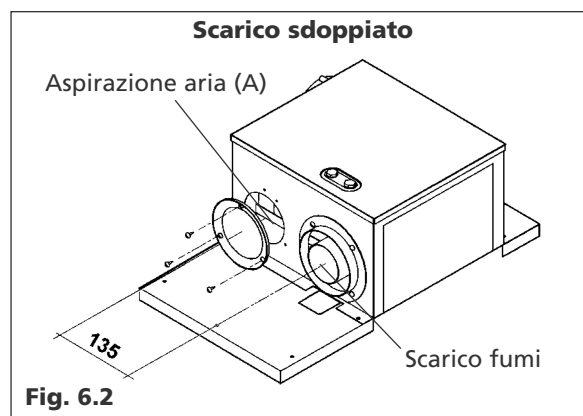

Fig. 6.2
I condotti sdoppiati possono essere orientati nella direzione più adatta alle esigenze del locale. Il condotto di aspirazione dell'aria comburente va collegato all'ingresso (A) dopo aver rimosso il tappo di chiusura fissato con 3 viti (fig. 6.2). La tabella riporta le lunghezze ammesse (traiettoria rettilinea) e la corrispondente regolazione della serranda aria.